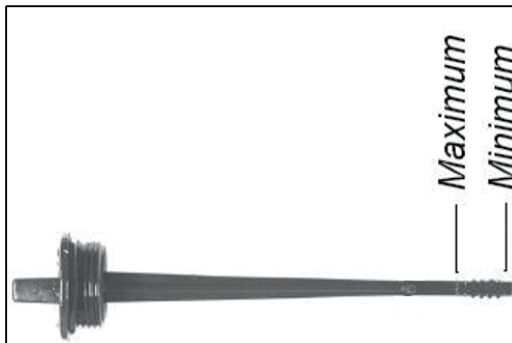

Fig.9
- ☐ Controllare il livello dell'olio. Il livello dell'olio deve essere compreso fra le tacche **min** e **max** dell'asticella (vedi fig.9). Quando il livello si avvicina alla tacca di minimo rabboccare l'olio fino al livello massimo.